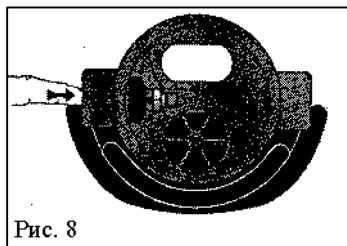

Рис.8
- Вытолкните пальцем корпус (6) клапана в сборе из корпуса (29) дыхательного автомата. Рис. 8.
- Разберите корпус клапана для извлечения стержня (4) клапана вместе с тарелкой клапана (3) и пружиной (5). Для этого зафиксируйте стержень (4) клапана рожковым ключом на 8 мм, а вторым рожковым ключом на 8 мм открутите винт (7).